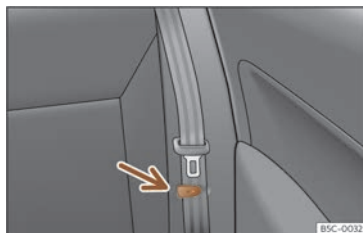

Abb. 97 Rücksitz: Bügel zum Halten des Sicherheitsgurtes.
- Befestigen Sie die seitlichen Sicherheitsgurte am Halter der Verkleidung >>> (**Abb. 97**).